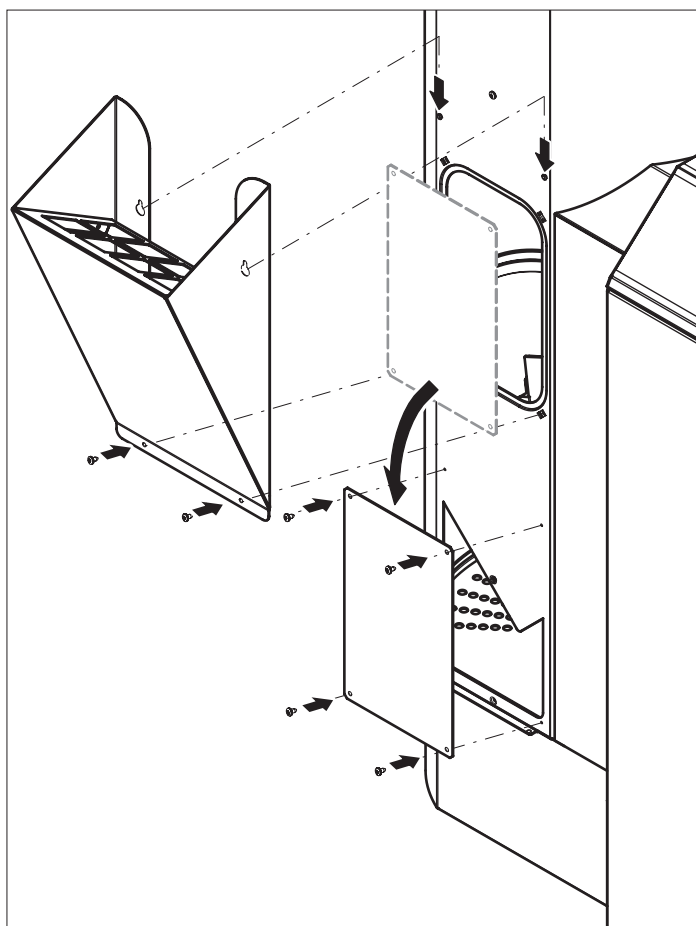

Fig. 78 Monter la pelle à pellets et le couvercle de révision
- ▶ Ajouter des pellets dans le compartiment à combustible par l'ouverture de révision avec un petit seau ou une pelle ou fixer une pelle à pellets (accessoires – pelle à pellets pour combler ou remplir manuellement le compartiment à combustible lorsque l'alimentation n'est pas encore terminée.) et verser les pellets – Fig. 78.
- ▶ Monter le couvercle de révision en guise de protection anti-contact devant l'ouverture de la vis de transport – Fig. 78.